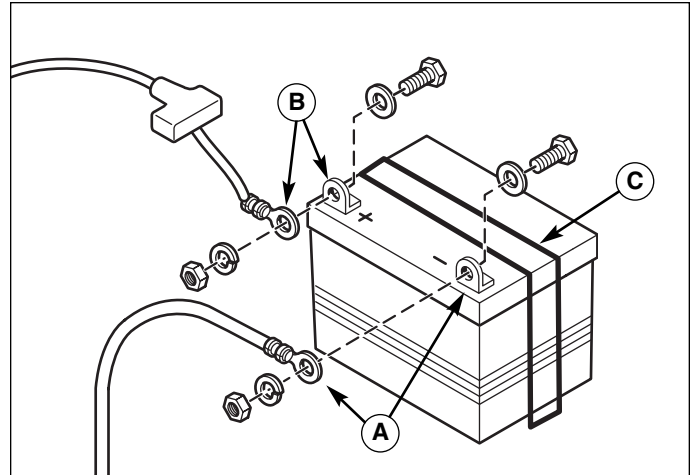

Figura 17. Batería
1. Desconecte los cables de la batería, primero el cable negativo (A, Figura 17).
2. Retire la sujeción de la batería (C) y ésta última.
5. Vuelva a instalar la batería en el compartimiento de la batería, y fije la sujeción (C).
6. Vuelva a conectar los cables de la batería, el cable positivo primero (B).